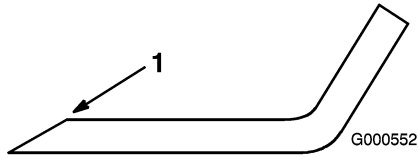
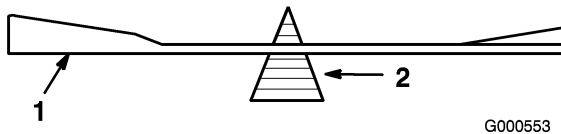

Bild 41
Bild 42
1. Schärfen Sie die Schnittkante an beiden Enden des Schnittmessers mit einer Feile (Bild 41). Behalten Sie den ursprünglichen Winkel bei. Das Schnittmesser behält seine Auswuchtung
2. Überprüfen Sie die Auswuchtung des Schnittmessers auf einer Ausgleichsmaschine (Bild 42). Wenn das Schnittmesser in seiner horizontalen Position bleibt, ist es ausgewuchtet und kann wiederverwendet werden. Feilen Sie, wenn das Schnittmesser nicht ausgewuchtet ist, vom Flügelbereich des Messers etwas Metall ab (Bild 41). Wiederholen Sie diesen Vorgang, bis das Messer ausgewuchtet ist.